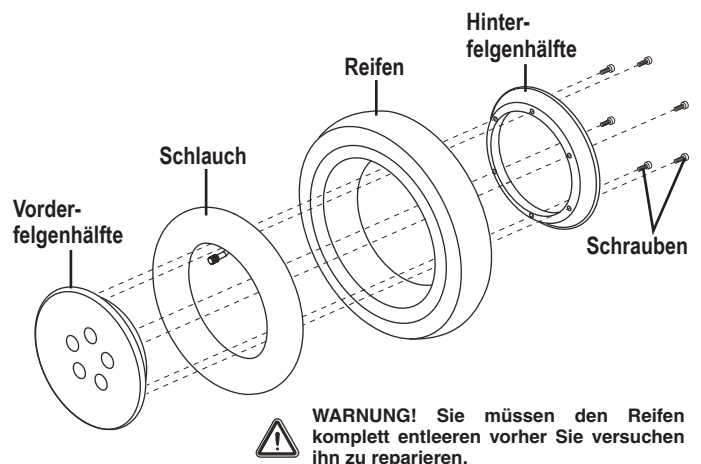

Bild 23. Antriebsrad auseinandergebaut
6. Entfernen Sie die Schrauben und trennen Sie die Vorder- und Hinterfelge. **Siehe Bild 23.**
10. Setzen Sie die fünf (5) Radmuttern wieder ein, und ziehen Sie diese an.